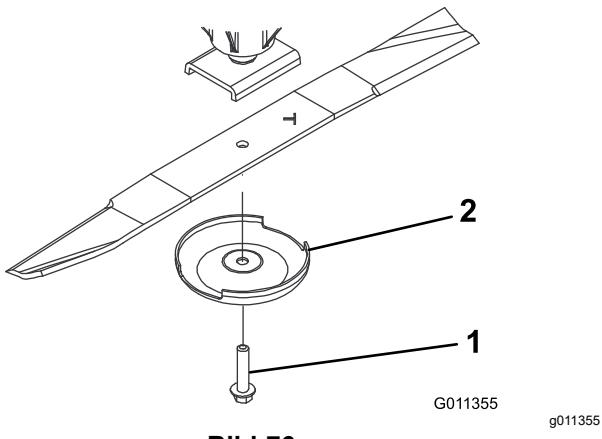

Bild 76
- Entfernen Sie die Messerschraube, die Antiskalpiercuppe und das Messer von der Spindelwelle (Bild 76).